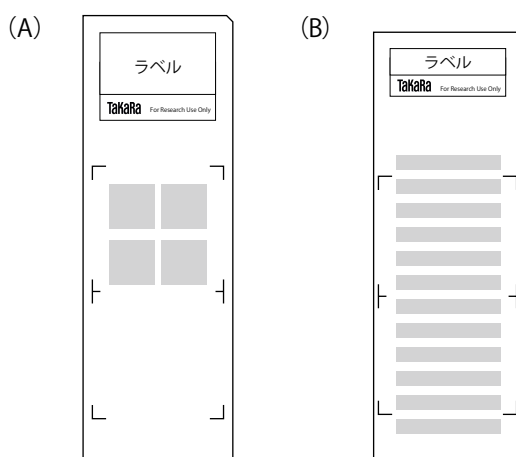

図 1: レイアウト図
各 DNA チップは、図 1 に示したような専用スライドガラス (1×3 inch) 上の、製品ラベルと同じ面に DNA 断片が配置されています。製品によって、上枠 (22×22 mm) のみ (A)、あるいは上下枠を超えて (B) 配置されていますので、ご使用になる際は必ず各製品添付のデータシートで配置位置を確認してください。